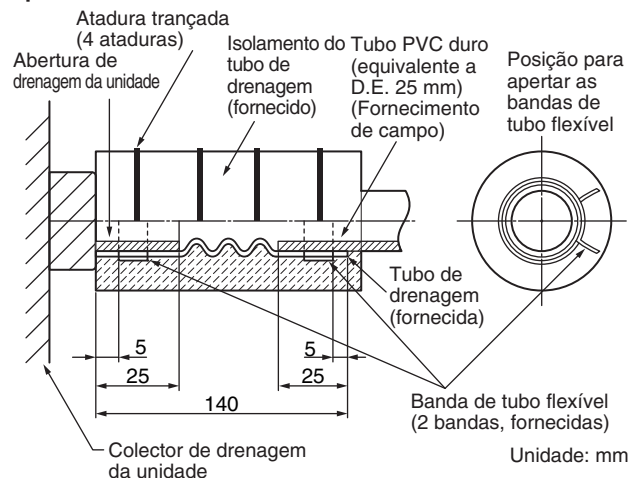

Fig. 3-22
- **Fixe de modo que o prendedor da banda de tubo flexível fique no lado da abertura de drenagem. (Fig. 3-22)**